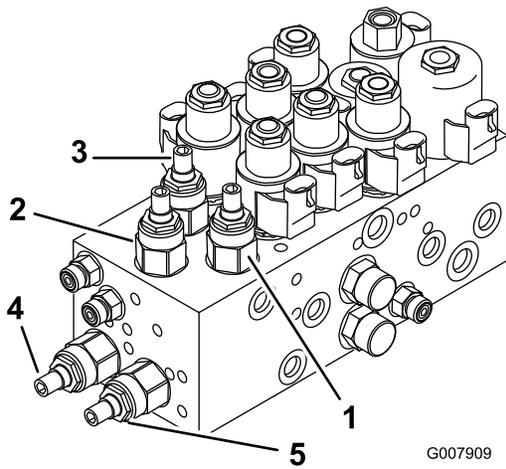
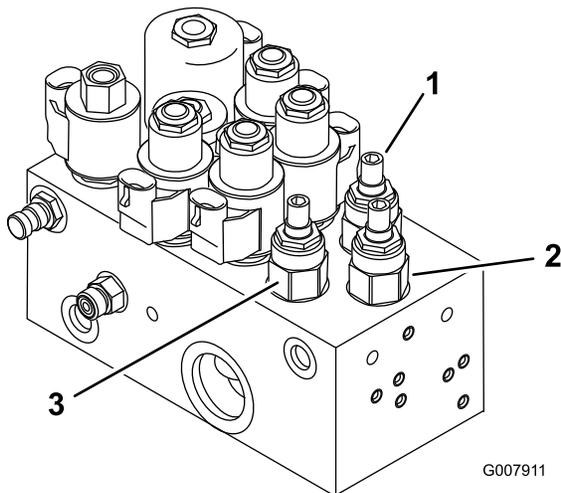

図 82
図 83
1. 昇降マニホールドについているバルブの中から、調整を行いたいカッティングユニットのバルブを探し出す (表 図 82 と 図 83 を参照)。